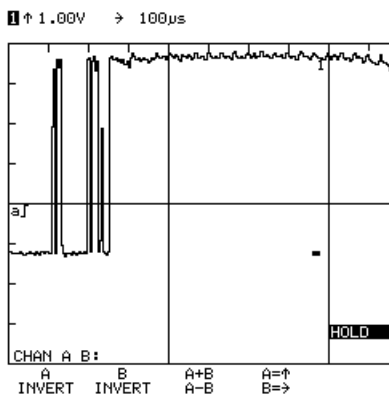

Fig. 2
- 5) Controleer of de beelden overeenkomen met de voorbeelden van fig. 2 en 3.